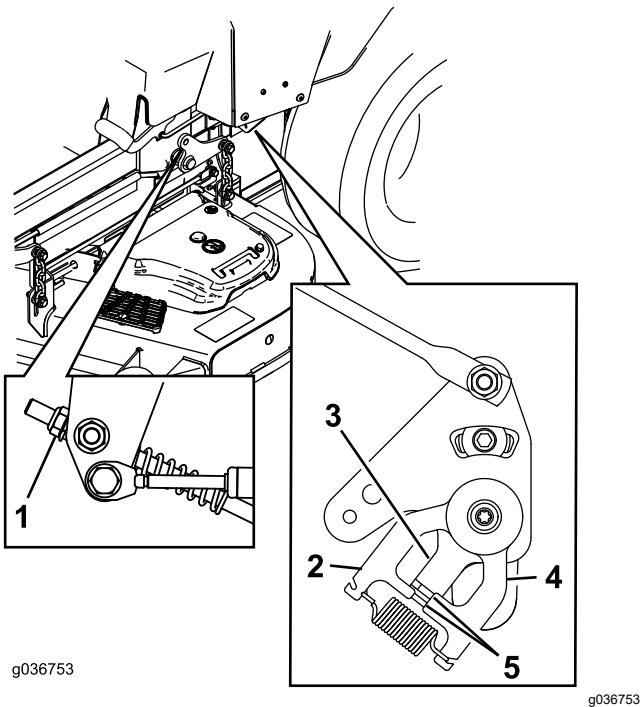

Figura 66
11. Ajuste os comprimentos da barra de controlo da bomba rodando a porca na direção adequada até as rodas andarem ligeiramente para trás (Figura 65 e Figura 66).